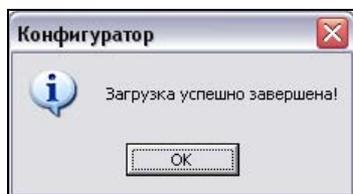

Рис. 5.58. Загрузка данных успешно завершена
9. Если все прошло без ошибок, будет выдано сообщение об успешной загрузке (рис. 5.58).